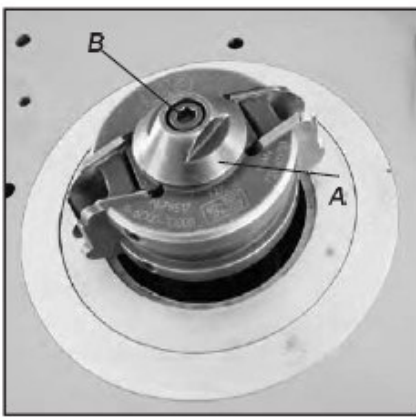

Abb.6-9: Fräseinheit
2. Sichern Sie die Hutmutter (Abb. 6-9, Pos. A) der Frässpindel mit einem 22-mm-Gabelschlüssel.
3. Entfernen Sie die Inbusschraube (Abb. 6-9, Pos. B) mit einem 8-mm-Inbusschlüssel.